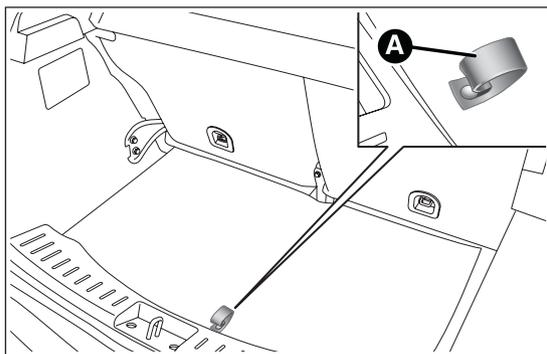

fig. 115
- aprire il bagagliaio, tirare la linguetta A fig. 115 e sollevare verso l'alto il tappeto di rivestimento;